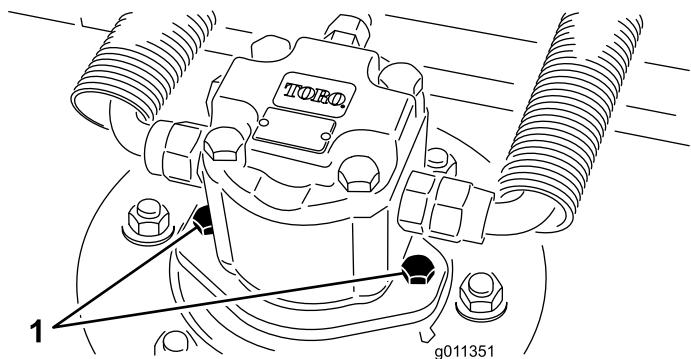

Figura 118
2. Desconecte y retire el motor hidráulico de la unidad de corte (Figura 118). Tape la parte superior del eje para evitar la contaminación.
- Instale el motor hidráulico en la unidad de corte (Figura 118). Asegúrese de que la junta tórica está correctamente colocada y que no está dañada.